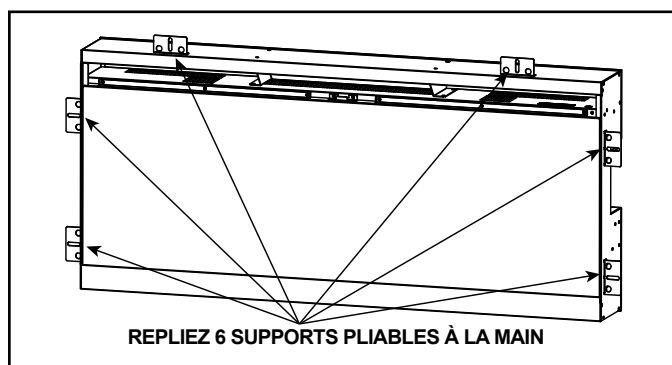

Figure 4.2 Supports pliables à la main pour installation encastrée dans le mur
1. Relevez les supports pliables à la main sur les côtés et le dessus de l'appareil. Voir la figure 4.2.